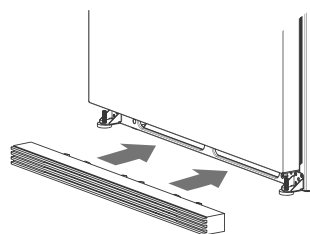

Fig.4 Installation de la grille inférieure
- d Si l'appareil est stable et qu'aucune mise à niveau de la porte n'est requise, réinstallez la grille inférieure dans le bas du réfrigérateur (reportez-vous à l'illustration Figure 4) :